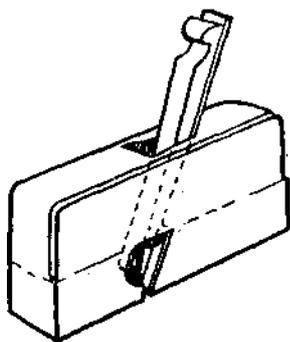

Fig. 6
*Guilherme* (Fig. 6). — Este instrumento é uma espécie de plaina que corta a madeira a meio-fio.